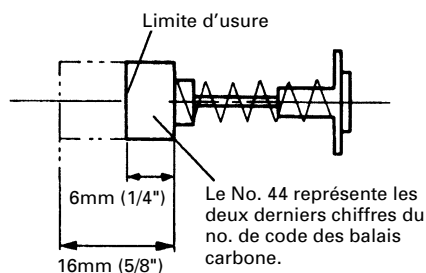
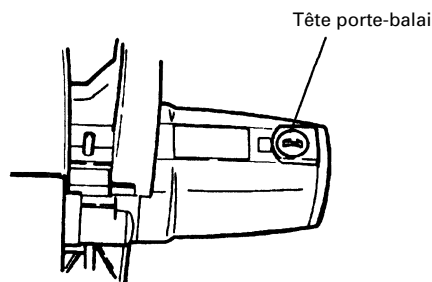

Fig. 26
Fig. 27
2. Inspecter les balais carbone (Fig. 26 et Fig. 27)
En conséquence, inspecter périodiquement les balais en carbone et les remplacer lorsqu'ils ont atteint la limite d'usure comme indiqué à la Fig. 26.
Par ailleurs, maintenir les balais carbone propres de façon qu'ils glissent régulièrement dans les porte-balai. Les balais carbone sont faciles à retirer ; pour cela, retirer les têtes porte-balai (voir Fig. 27) avec un tournevis à tête plate (signe moins).